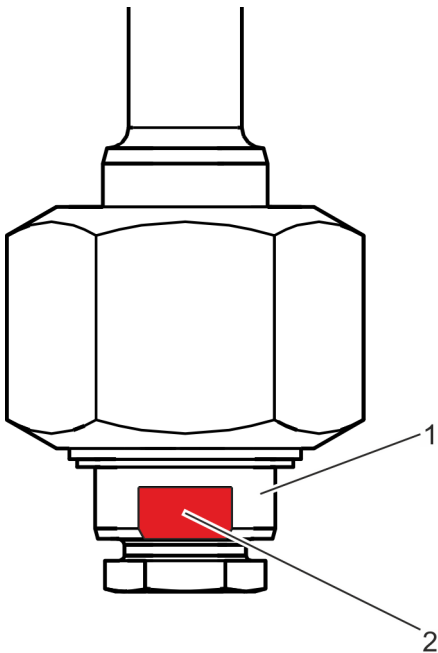

Abb. 19: Ventilkörper gegenhalten
11. ▶ Schlüsselflächen (Abb. 19/2) am unteren Ende des Ventilkörpers (Abb. 19/1) mit Schlüssel SW 30 gegenhalten.